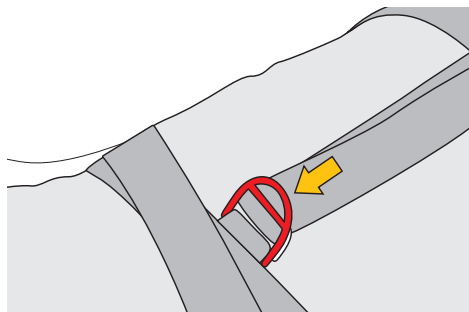

Fig.21
a) Allentare le cinghie agendo sulle fibbie come mostrato in fig. 21.